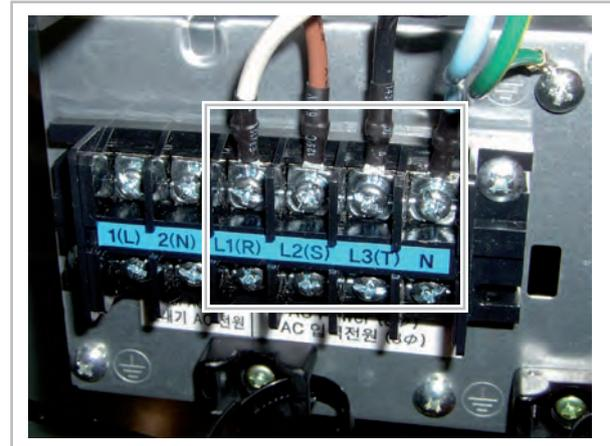

Fig. 10: Borne de raccordement du module externe WKF/WKF-compact 180
- En ce qui concerne la série WKF/WKF-compact 180, prenez en compte le fait que seules les bornes L1(R), L2(S), L3(T) et N sont raccordées (voir Voir la Fig. 10).